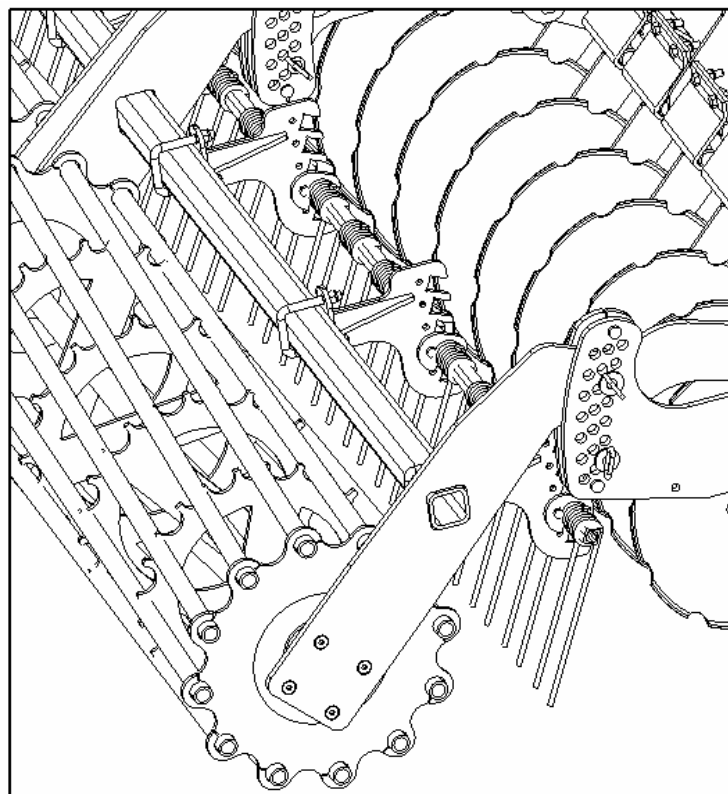

fig.10
8.3. REGLAGE DES HERSES A PEIGNES (fig.10).